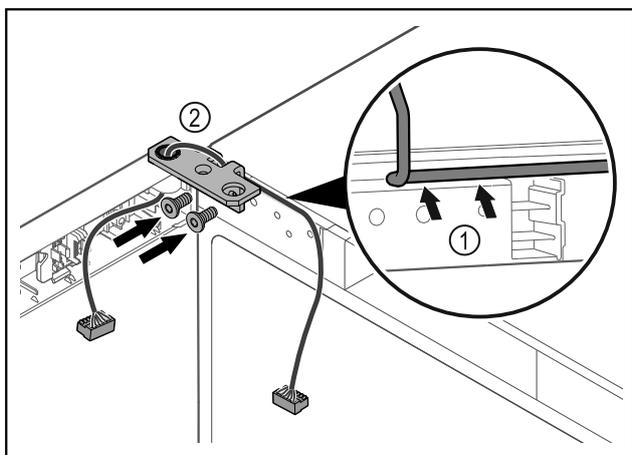

Fig. 62
- ▶ 将电缆穿过合页角铁的缺口并小心铺设 Fig. 62 (1)。
- ▶ 拧上合页角铁 Fig. 62 (2)。